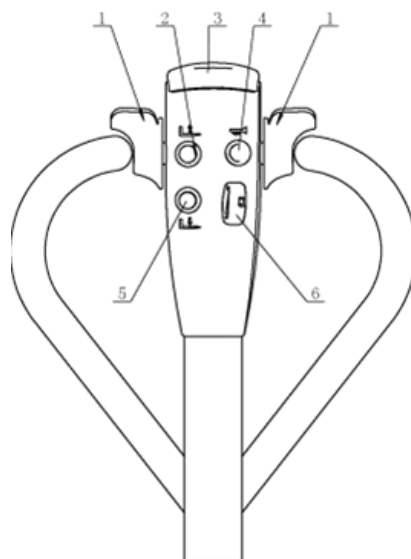

Рисунок 3.
- путем перевода переключателя направления хода (1 на рис.3) в среднее положение или его отпускания: штабелер начнет тормозить до полной остановки;
- кнопка аварийного реверса, находящаяся на уровне живота оператора (3 на рис.3) предотвращает зажатие оператора. Когда оператор приходит в контакт с кнопкой аварийного реверса, штабелер немедленно прекращает движение в заданном направлении и движется назад на некоторое расстояние, затем останавливается. Если рукоятка находится в зоне движения, и штабелер не движется, считайте, что в этой ситуации эта
3. Медленно поверните переключатель направления хода (1 на рис.3) для начала движения штабелера и достижения желаемой скорости.
- отпустите переключатель направления хода (1 на рис.3) для его возврата в исходное положение, штабелер замедлит ход, дождитесь полной остановки. Пригоните изделие на специальное оборудованное место под стоянку;
Красная кнопка на конце рукоятки управления – это кнопка аварийного реверса (3 на рис.3). Когда оператор приходит в контакт с кнопкой аварийного реверса, штабелер немедленно прекращает движение в заданном направлении и движется назад на некоторое расстояние. Это защитный выключатель, предназначенный для предотвращения придавливания штабелером оператора, когда оператор сталкивается с препятствием.
Для безопасного движения штабелер оснащен звуковым сигналом. Чтобы привлечь внимание окружающих людей во время движения, нажмите кнопку звукового сигнала (4 на рис.3), и звуковой сигнал предупредит окружающих.
Медленно двигайтесь с грузом к зоне разгрузки с последующей остановкой в зоне разгрузки. Плавно нажмите на кнопку опускания вилок (5 на рис.3), пока вилы не переместятся в минимальное нижнее положение. Убедитесь, что груз полностью находится на месте разгрузки, плавно сдайте назад для вывода вилок из-под груза.